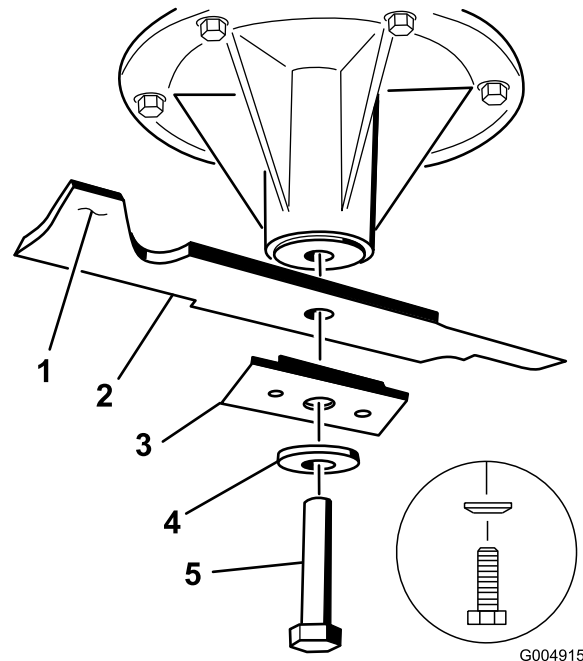

Figura 51
2. Retire del eje el perno de la cuchilla, la arandela curva, el refuerzo de la cuchilla y la cuchilla (Figura 51).